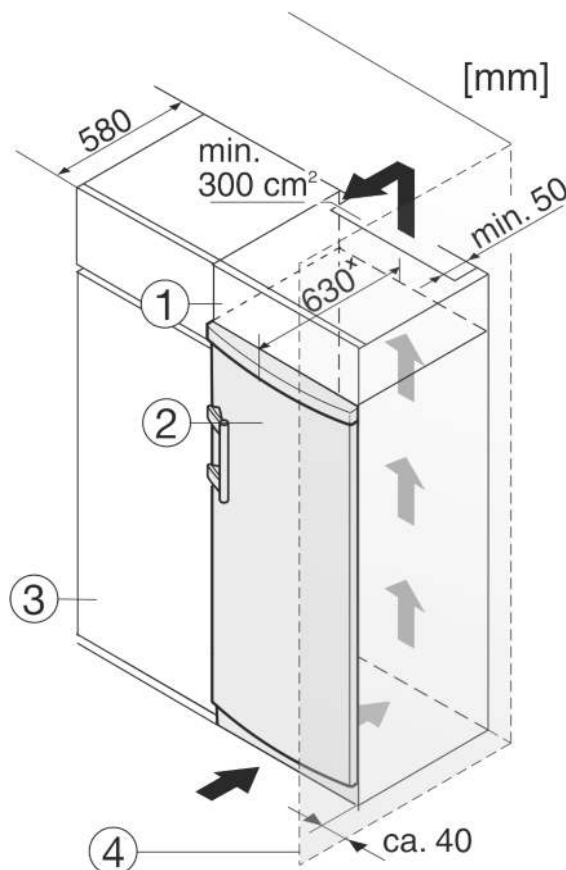

Fig. 9
Устройство может быть окружено предметами кухонной обстановки. Чтобы уравнивать устройство Fig. 9 (2) по высоте с кухонной стенкой, можно установить над устройством соответствующий дополнительный шкафчик Fig. 9 (1).
При комбинировании с кухонными шкафами (глубина макс. 580 мм) устройство можно установить непосредственно рядом с кухонным шкафом Fig. 9 (3). Устройство выступает сбоку на 34 мм* и по центру на 50 мм* относительно передней стенки кухонного шкафа.
Если устройство установлено на шарнирах у стены *Fig. 9 (4)*, то расстояние между устройством и стеной должно быть не менее 40 мм. Настолько выступает ручка при открытой дверце.